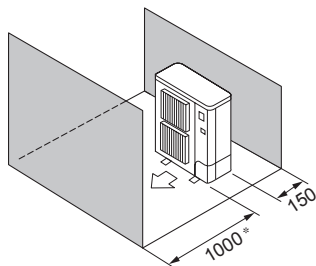

Fig. 2-7
- ⑤ Окружающие предметы спереди и сзади (Fig. 2-7)